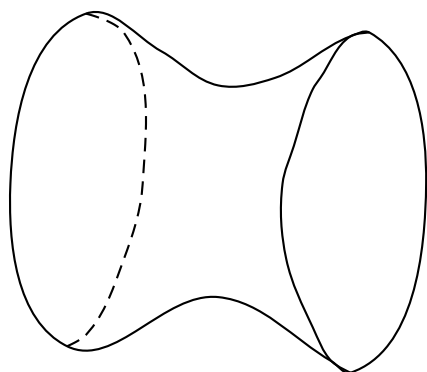

fig. 1 : bobine sans fil
Soit Δ la partie du plan limitée par la courbe (C) , l'axe des abscisses et les droites d'équations $x = 0$ et $x = 4$. La rotation de la partie Δ autour de l'axe des abscisses engendre un solide (B) . Ce solide est la bobine ci-dessous dessinée (fig.1).